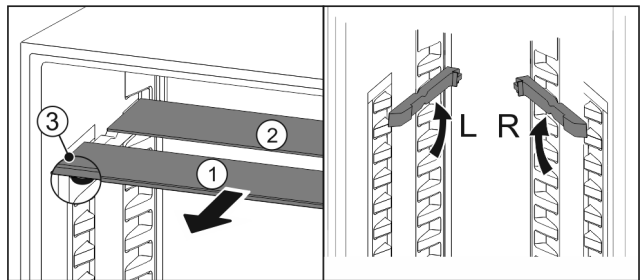

Fig. 82
- ▶ По одной извлеките Fig. 82 (1) стеклянные панели движением вперед.
- ▷ Стеклянная панель Fig. 82 (1) с декоративной планкой лежит спереди.
- ▷ Стопоры Fig. 82 (3) показывают вниз.